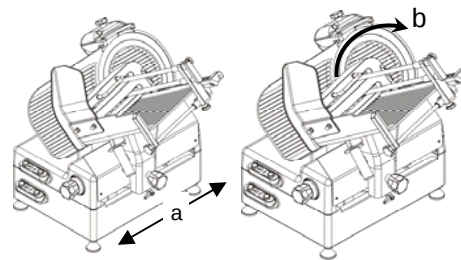

Abb.40
- die Gleitfähigkeit des Tellers überprüfen, darauf achten, dass auf dem Arbeitstisch während der Fahrt nichts im Wege steht (Abb.40 Detail a);